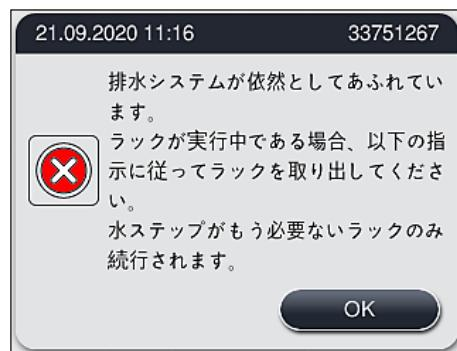

図 125
3. クリーニング対策にもかかわらず、詰まりが取り除けない場合は、危険水位が続くことから、水ステーションは無効となります。ディスプレイに水ステーションが故障していると表示されます。1つ以上のプログラムを中止するには、(→「図 123-2」) または (→「図 124-2」) を押します。意図的な中止プロセスが開始します。水ステップが必要ないプログラムは、染色プロセス終了まで続行されます。まだ 1 つ以上の水ステップが必要な残りのラックは、すべてキャンセルし、装置から取り出す必要があります。続くメッセージ (→「図 125」) を「OK」を押して確認します。